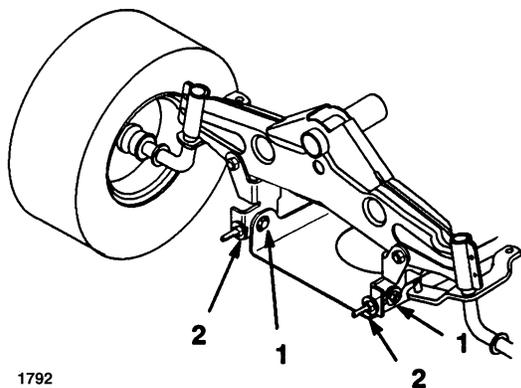

Figure 53
7. Pour régler l'inclinaison avant/arrière des lames, desserrer légèrement les boulons de montage de la plaque pivot avant (Fig. 53).
8. Tourner les contre-écrous sur les boulons à oeil pour modifier le réglage (Fig. 53). Pour relever l'avant de la tondeuse, serrer les contre-écrous des boulons à oeil; pour l'abaisser, desserrer les contre-écrous.
uniforme, vérifier à nouveau l'inclinaison avant/arrière. Poursuivre le réglage jusqu'à ce que la pointe des lames avant soit plus basse de 0-9,2 mm par rapport à la pointe des lames arrière (Fig. 53).
10. Quand l'inclinaison avant/arrière correcte est obtenue, serrer les boulons de montage de la plaque pivot (Fig. 53).